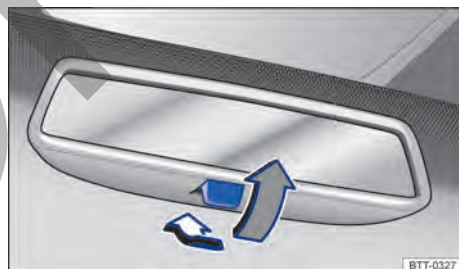

Fig. 83 En el parabrisas: espejo retrovisor interior antideslumbrante manual.
- Posición de noche: tirar de la palanca → fig. 83 (flecha gris), para evitar el deslumbramiento de los faros de los vehículos que circulan detrás.